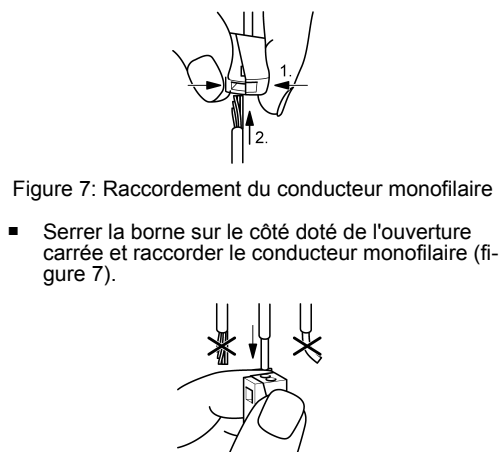

Figure 7: Raccordement du conducteur monofilaire
- Serrer la borne sur le côté doté de l'ouverture carrée et raccorder le conducteur monofilaire (figure 7).